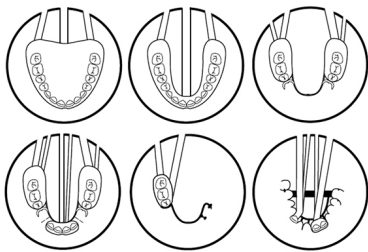

Figure 1. Techniques de coulée
- a. Créer ou placer des orifices de coulée dans le moule d’hydrocolloïde ou de silicone, comme dans la figure 1.